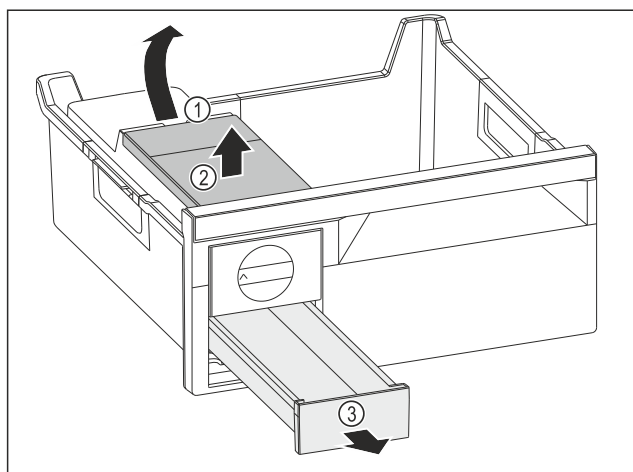

Fig. 130
- ▶ Извлеките бак для воды: Поднимите бак для воды за выемку Fig. 130 (1).
- ▶ Извлеките бак для воды Fig. 130 (2) движением вверх.
- ▶ Извлеките выдвижной ящик для кубиков льда Fig. 130 (3) движением вперед.